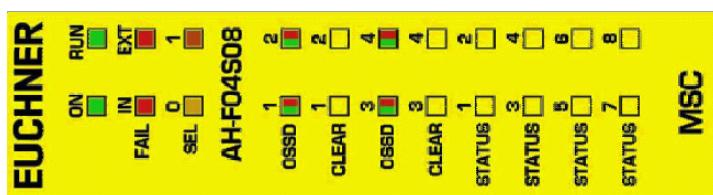

Figura 41:
**8.4.14. Módulo AH-F04S08 (Figura 41)**